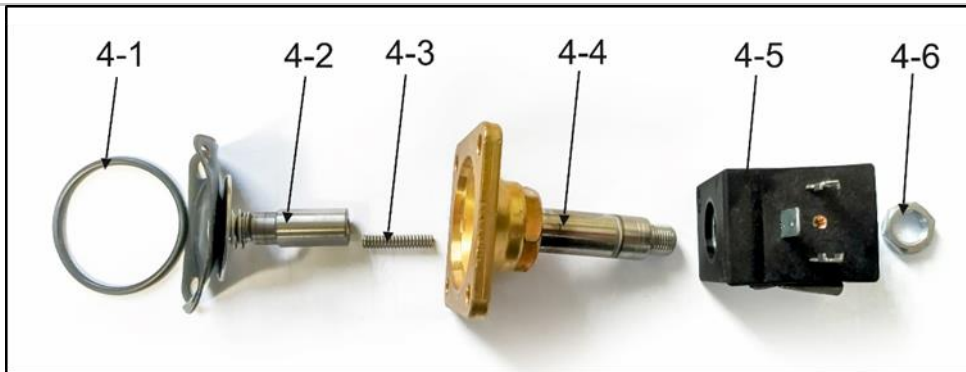

Abb. 32: Zusammenbau eines Magnetventils
- Lösen Sie die eine Schraube von der Ventilverbindung (1).
- Trennen Sie die Ventilverbindung (2).
- Lösen Sie die 4 Schrauben (3).
- Entfernen Sie das Magnetventil (4).
- Installieren Sie das Magnetventil (Abb. 32).
- Installieren Sie das neue Magnetventil mithilfe der 4 Schrauben (3) und verwenden Sie eine Schraubensicherung an den Schraubengewinden (z. B. Loctite 243).
- Setzen Sie die Magnetventilverbindung wieder ein und befestigen Sie diese mit einer Schraube (1).